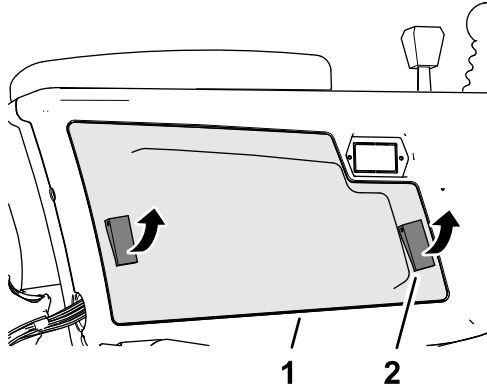

Figure 99
2. Ouvrez les 2 attaches qui fixent le couvercle du bras de commande sur le bras, et déposez le couvercle (Figure 99).